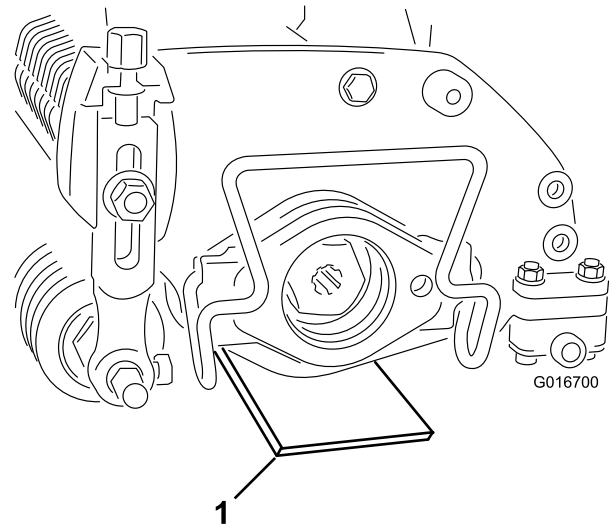

Bild 3
2. Legen Sie eine Messlehre mit der gewünschten Messerhöhe über dem Boden unter jedes Ende des Vertikutierers (Bild 3).